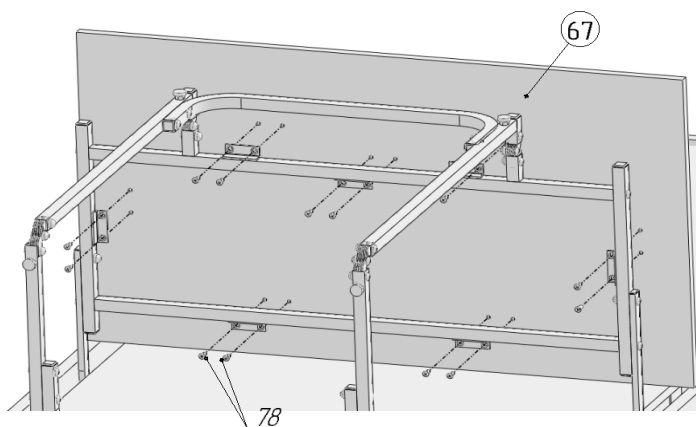

Рис.25
46. Присоединить к собранной раме стола столешницу поз.67, используя саморезы Ø4x16 поз.78 (рис.25).